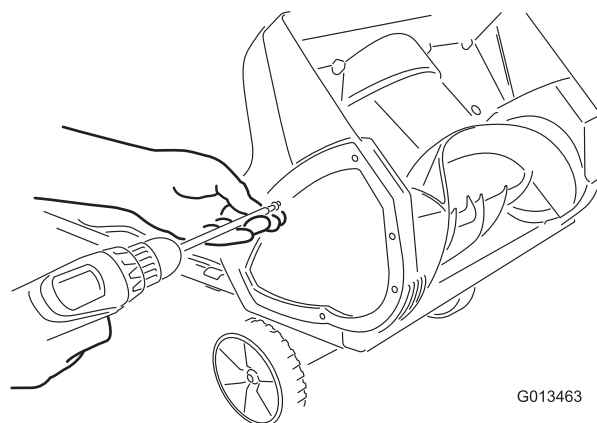

Figure 10
1. Retirez les vis qui fixent la plaque latérale droite au cadre de l'appareil (Figure 10).